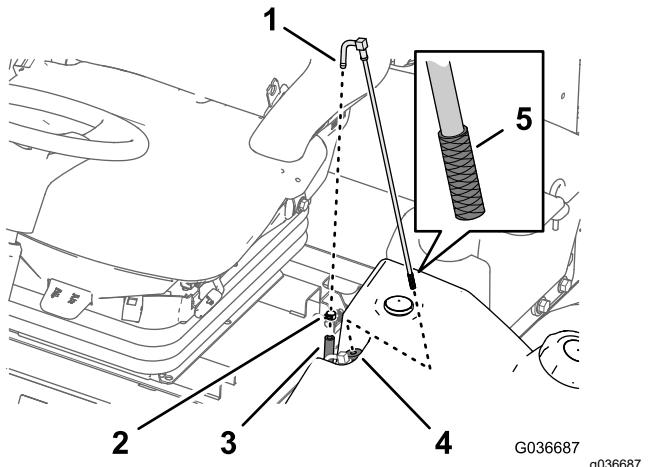

Figura 65
raccordo del tubo di adduzione del carburante (Figura 65).
2. Separate il flessibile dal raccordo (Figura 65).
3. Sollevate il tubo di adduzione del carburante dal serbatoio del carburante (Figura 65).
4. Pulite eventuali detriti dalla griglia all'estremità del tubo di adduzione del carburante (Figura 65).
5. Inserite il tubo di adduzione del carburante attraverso la boccola in gomma e nel serbatoio (Figura 65).